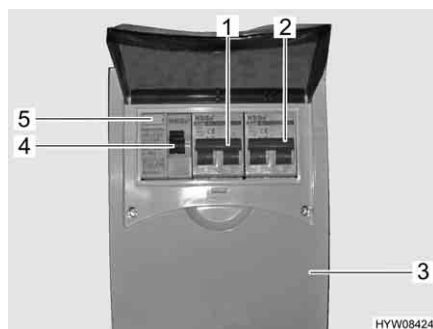

Fig. 81 Scatola dei fusibili a 230 V con interruttore di sicurezza e interruttore automatico FI
Un interruttore di sicurezza per correnti di guasto (interruttore automatico FI) (Fig. 81,5) nella scatola dei fusibili (Fig. 81,3) protegge l'intero veicolo da correnti di guasto (0,03 A).
L'interruttore di sicurezza collegato in serie (10 A) (Fig. 81,1) protegge le prese da 230 V, la centralina elettrica, il caricabatteria supplementare e il frigorifero.
Per veicoli con accessori opzionali, p. es. il riscaldamento ad aria calda con riscaldatore elettrico a immersione o l'impianto di climatizzazione a tetto, un ulteriore interruttore di sicurezza (16 A) (Fig. 81,2) protegge l'apparecchio.
- Se il veicolo è collegato all'alimentazione a 230 V, premere il tasto di controllo (Fig. 81,4). L'interruttore di sicurezza per correnti di guasto (FI) deve scattare.